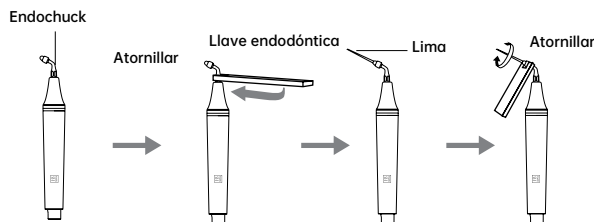

Imagen 4
- Fije el endochuck al mango usando la llave endodóntica (ver Imagen 4).
La punta se ha aflojado debido a la vibración.	Apriete firmemente la punta en la pieza de mano (ver Imagen 4).